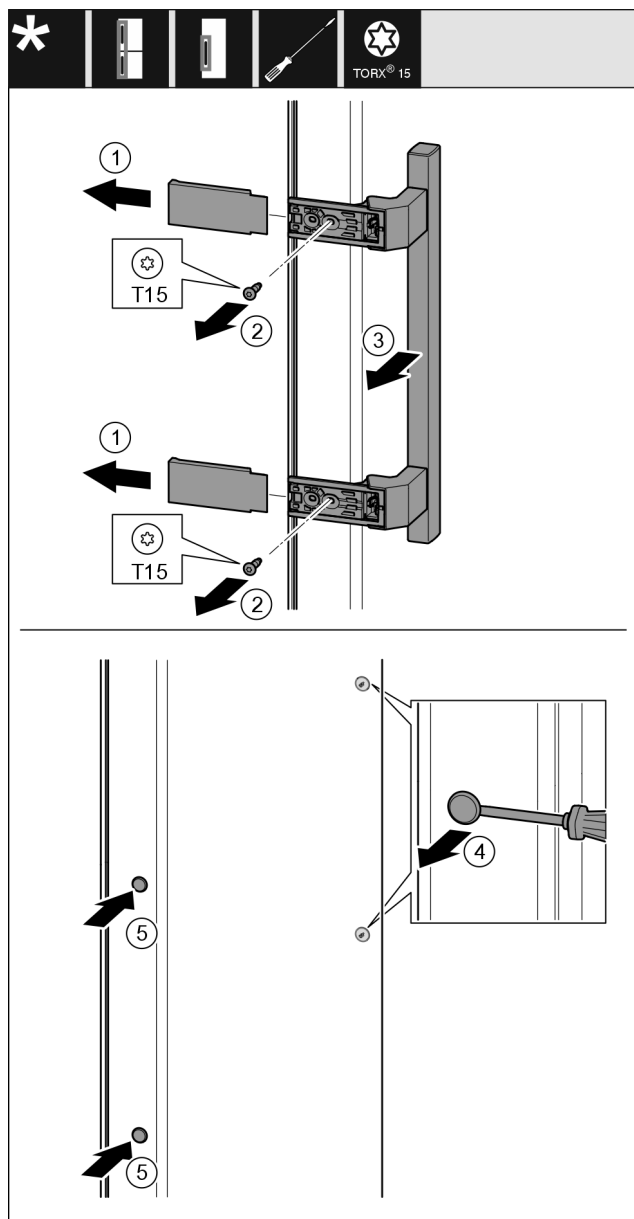

Fig. 24
- Stáhněte kryt Fig. 24 (1).
- Šroubovákem vyšroubujte šrouby Fig. 24 (2).
- Sejměte madlo Fig. 24 (3).
- Postranní zátku Fig. 24 (4) opatrně plochým šroubovákem nadzvedněte a vytáhněte.
- Zátku Fig. 24 (5) opět vložte na druhé straně.